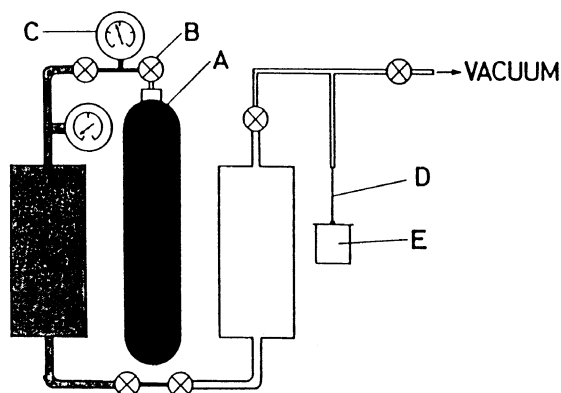

Fig. 1 Schematic drawing of ^3He gas introducing apparatus.
しかし、熱容量測定に用いた試料を他の測定に使いたい時や、圧力を加える事によって試料の性質が変わってしまう可能性のある場合には、上のような方法は好ましくありません。また、シリコンオイルを用いた場合、測定温度が高くなるとオイルの全熱容量（試料と空セルとシリコンオイルの熱容量の和）に対して占める割合が大きくなります。これは、測定精確度に悪影響を与えます。このような事を背景に、研究室既設の ^3He カロリメータの測定温度領域の上限を 20 K から 30 K に拡張するに伴い、従来のシリコンオイルを改め、熱媒体として ^3He 気体を用いる事にしました。図 1 は、 ^3He 気体をセルに導入するために作成した装置です。充填圧 10 気圧の ^3He 気体ボンベ (A) から、6 個のバルブ (B) を操作する事により、 ^3He 気体をセル (E) に導入します。各バルブで仕切られた部分の体積の比率より、セルに加えられた